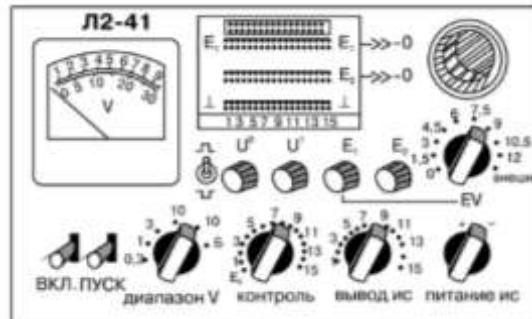

Рисунок 26 - Изображение лицевой панели испытателя Л1-42
- Пример применения испытателя Л2-41 (рис. 26) для составления программы испытаний и проверки микросхемы К561ЛА7.